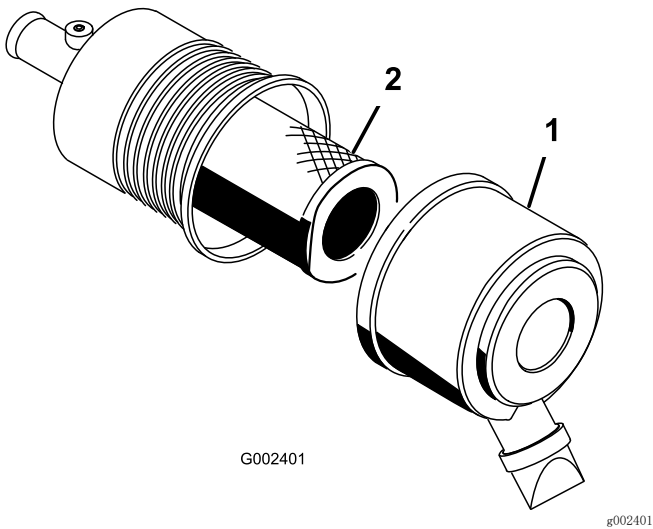

图33
1. 松开空气滤清器上的搭扣，并将空气滤清器盖从其壳体中拉出（图33）。
3. 将滤清器轻轻从空气滤清器壳体中滑出（图33）。
5. 小心地将滤芯滑到壳体管上方（图33）。
6. 安装空气滤清器盖，侧面朝上，用闩锁固定（图33）。